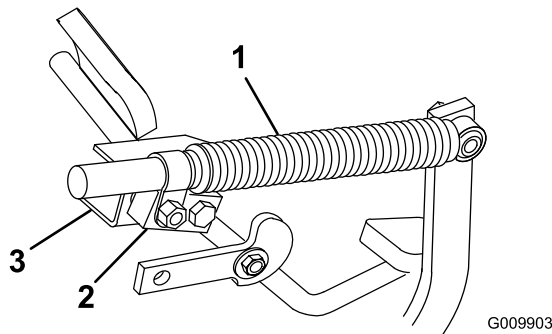

Figura 59
2. Desaperte a porca de bloqueio que fixa a articulação do amortecedor ao suporte do amortecedor (Figura 59).